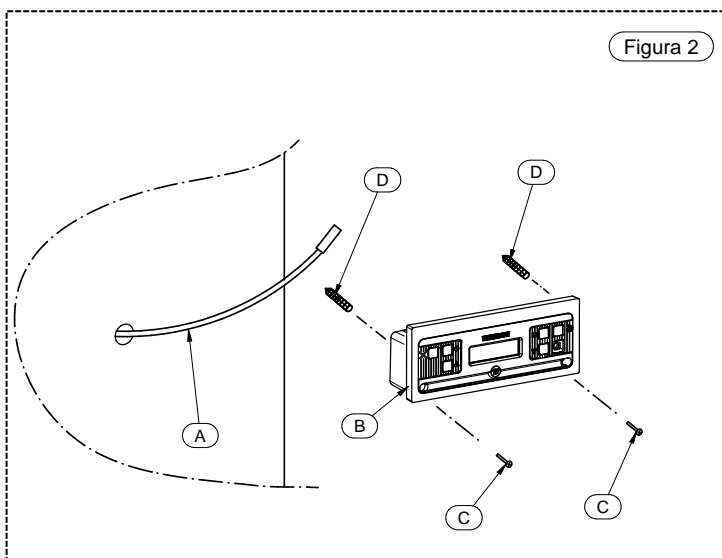

Figura 2
- Vuelva a ensamblar la tarjeta X, precedentemente desmontada, al soporte B conectando primero el cable del panel de mandos a la tarjeta misma, fije los 4 tornillos Y y proceda a la fijación del panel frontal de mandos completo a la pared de soporte (figura 2).
Es posible canalizar el flujo de aire caliente en las canalizaciones para llevarlo a otros cuartos. Para canalizar el insertable para chimenea es necesario instalar el collarín C con los tornillos A en el estribo correspondiente (figura 2).